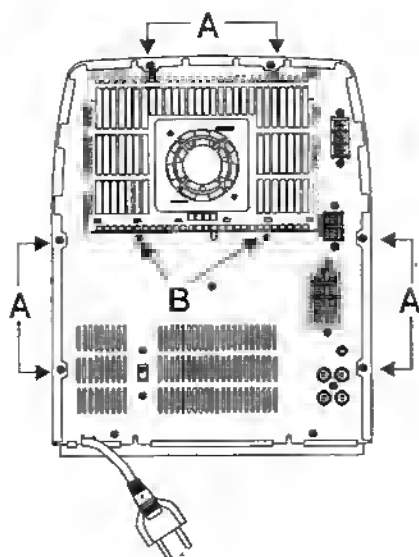

Fig. 2
- Retire os 6 parafusos traseiros A (fig.2)
- Retire os 2 parafusos B (fig.2)